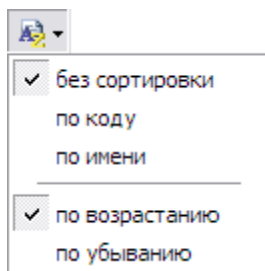

Рис. 5.228
- Производить сортировку элементов проекта, используя выпадающее меню кнопки **Сортировка**  (Рис. 5.228).